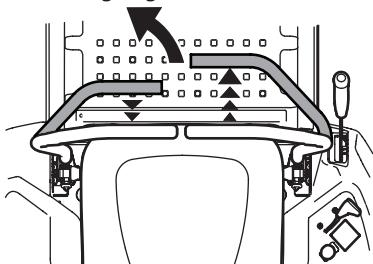

Figure 24
- Pour tourner à gauche, déplacez le levier de contrôle de conduite gauche en arrière du levier de contrôle droit. Consultez la Figure 24.